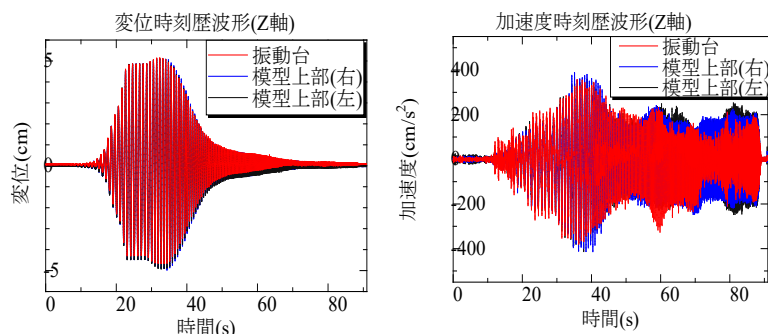
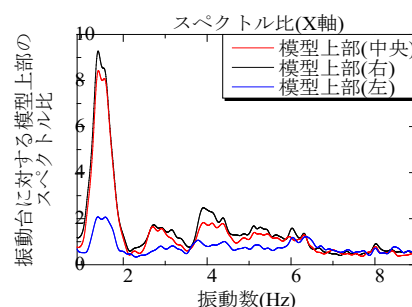

図2 変位（左）及び加速度（右）時刻歴波形（Z軸）
図3 振動台に対する上部構造のスペクトル比
- ▶ 本実験では、Z軸方向での変位時刻歴波形及び加速度時刻歴波形では振動台と模型上部の波形にあまり差がない（図2）ことから、本模型ではZ軸方向への変位及び加速度は共に十分には抑えられていないが、X軸方向では振動数1.5 Hz付近で変位及び加速度は共に抑えられている（図3）。